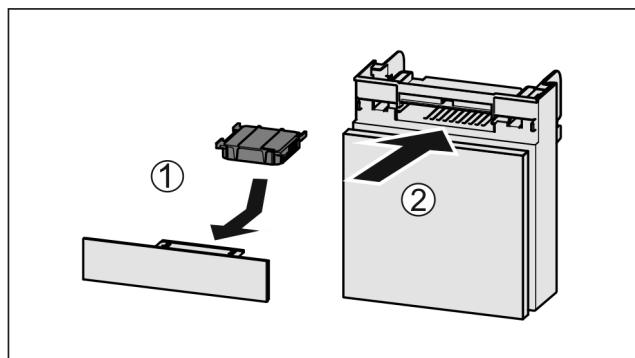

Fig. 113
- Aktivkohlefilter nach Abbildung einsetzen Fig. 113 (1).
► Fach einschieben Fig. 113 (2).